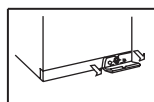

figura 1
1) Aprete y abra el panel bajo( como la figura 1)